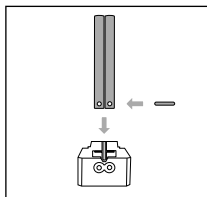

Fig. 2
- ◆ Tag to styrestænger **7** med den afrundede side vendt mod hinanden, og skub en afstandsstang **14** ind i de to styrestænger **7** (se fig. 2).
- ◆ Sæt de to styrestænger **7** ind i skære-styreelementet A **9** (se fig. 2).